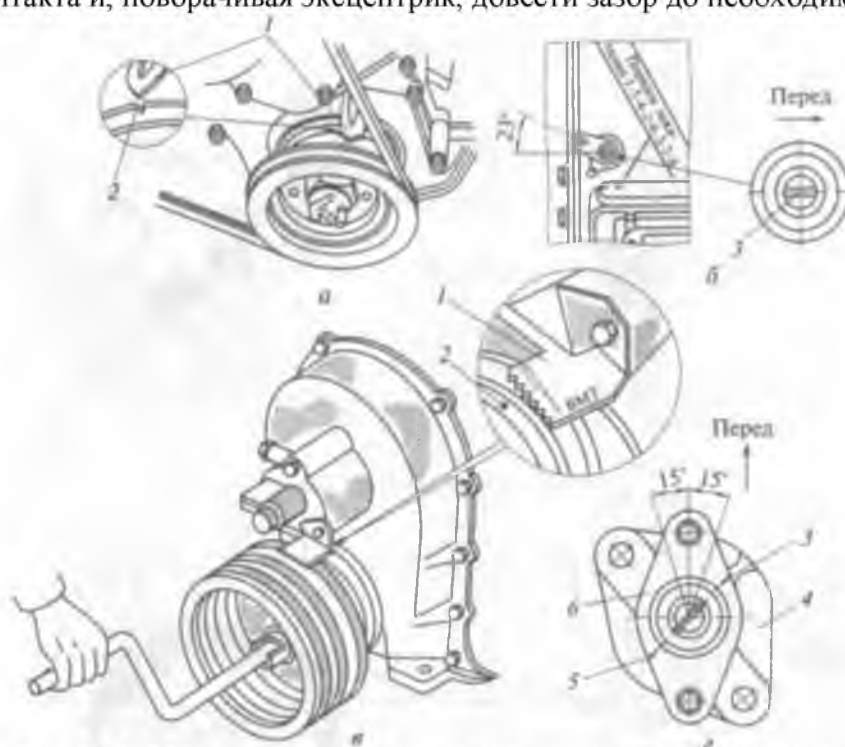

Рис. 1.28. Метки для регулировки клапанов и установки зажигания:
22. Установить зажигание на двигателе (см. рис. 1.28):